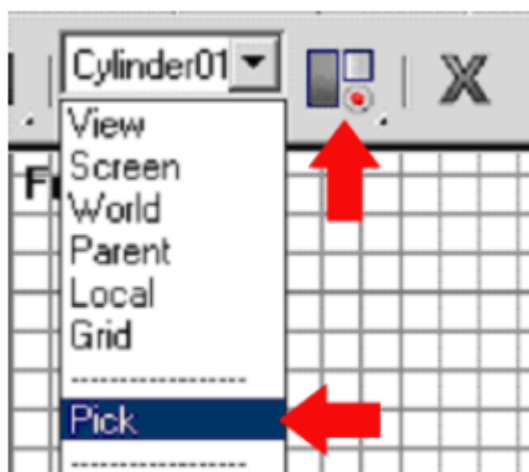

Рис. 6.6. – Настройка центра вращения
- 6) Необходимо "размножить" лист. Для этого удобно воспользоваться командой Array (Массив) путем создания радиального массива. Создание радиального массива возможно при использовании особого положения опорной точки преобразования. Обычно для этого используют и особую координатную систему – выборочную (Pick). Предварительно, в качестве центрального объекта необходимо выбрать вазу, созданную из сплайна вращения либо внедрив из предыдущей лабораторной работы. Для этого в выпадающем списке выберите систему координат Pick (рис. 6.6 горизонтальная красная стрелка), после чего щелкните по вазе. Затем установите центр преобразования Use Transform Coordinate Center (как показано на рис. 6.6 вертикальная красная стрелка).